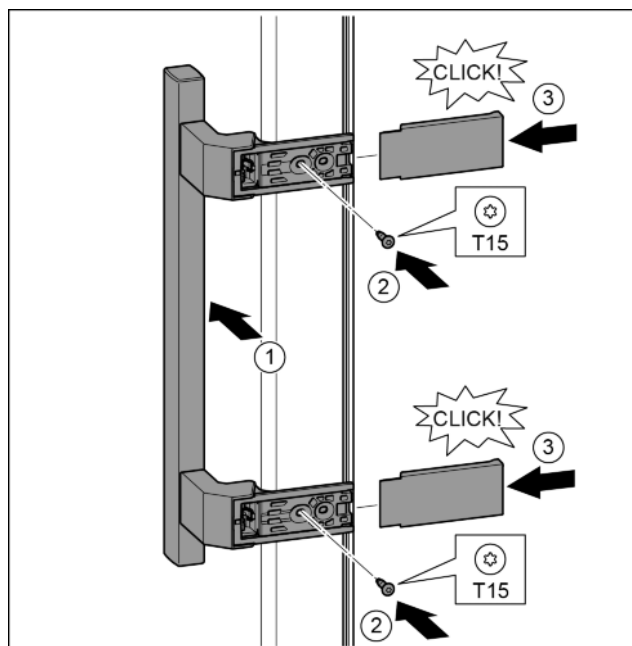

Fig. 17
- Poser la poignée sur le côté opposé. Fig. 17 (1)
- Serrer les vis avec un tournevis T15. Fig. 17 (2)
- Mettre en place les caches latéralement et les enfiler. Fig. 17 (3)